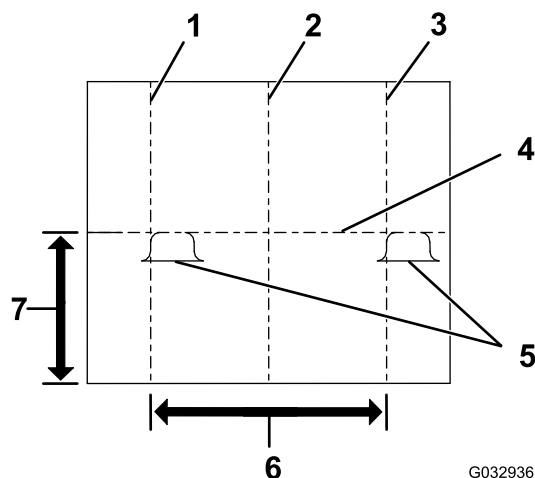

Figure 25
- Repérez l'axe vertical du véhicule sur l'écran (Figure 25).
- Repérez l'axe vertical des phares sur l'écran (Figure 25).
- Repérez l'axe horizontal des phares sur l'écran (Figure 25).
- Ajustez les phares du chasse-neige jusqu'à ce que la partie la plus lumineuse des feux de croisement soit alignée comme montré à la Figure 25.